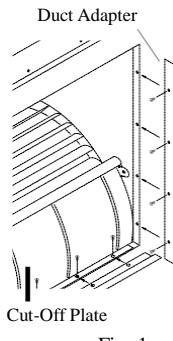

Fig. 1
- **Install Duct Adapters.** If desired, a 4 piece duct adapter is available as an optional accessory. Call 1-800-854-3267 to obtain these from the factory. Align the holes in the duct adapter to the holes in the blower opening and attach using the provided screws (see Fig. 1). Repeat for all four sides. Note: All 4 pieces are identical except for models 7500SD which has an offset piece which attaches to the bottom of the outlet. To install this offset piece, remove the screws holding the cut-off plate and slide the offset duct adapter between the blower opening and the cut-off plate. You may need to loosen other screws to do this. Line up the holes and secure with the screws previously removed.
- **Instale los adaptadores del conducto.** Un adaptador del conducto de 4 pedazos es disponible como un accesorio opcional. Llame 1-800-854-3267 para obtener éstos de la fábrica. Alinee los agujeros en los adaptadores con los agujeros en los lados del salida y sujetelos con los tornillos proporcionados (véase fig. 1). Nota: Los 4 pedazos son idénticos a excepción del modelo 7500 SD, lo cuales tienen un pedazo formado que sujeta al fondo del salida. Para instalar este pedazo formado, quite los tornillos de la placa limitadora y deslice el pedazo formado entre la placa limitadora y la salida. Puede necesitar aflojar otros tornillos para realizar esto. Alinee los agujeros y sujete el adaptador con los tornillos quitados previamente.